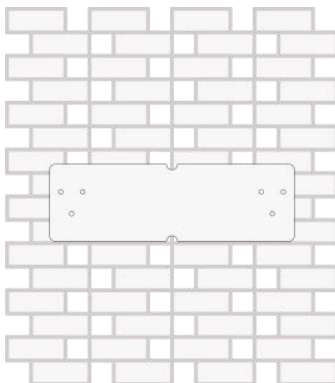

Figura 3-5
1. Utilice el cartón de posicionamiento y marque las posiciones de los orificios para los tornillos en la pared, como se muestra en la Figura 3-5